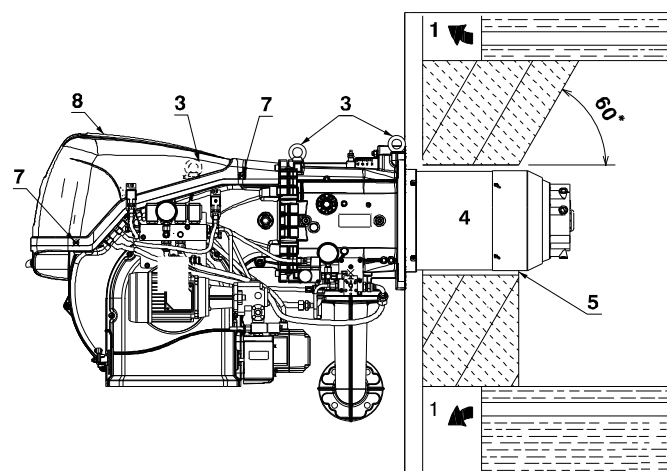

Fig. 16
Pentru centralele cu trecere frontală a gazelor arse 1)(Fig. 16) sau cu cameră de flacără inversă, o căptușeală refractară 5), între căminul refractar 2) și duza 4).
Pregătiți un sistem de ridicare adecvat prin agățarea inelelor 3)(Fig. 16), după ce ați îndepărtat șuruburile 7) de fixare a capotei 8).
- Glisați protecția termică furnizată peste duza 4)(Fig. 16).